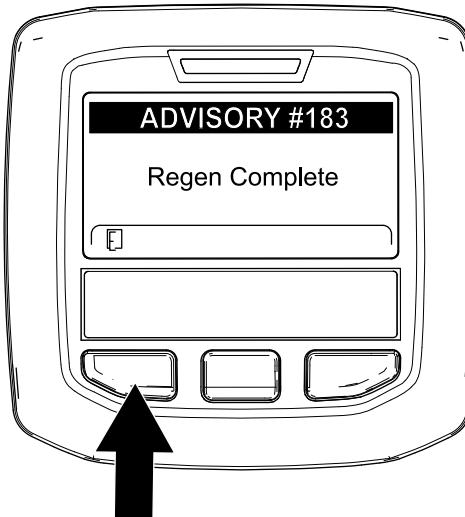

Figura 85
el InfoCenter muestra el Aviso Nº 183 (Figura 85). Pulse el botón izquierdo para salir de la pantalla de inicio.
**Nota:** Si la regeneración no se completa, el InfoCenter muestra el Aviso Nº 184 (Figura 85). Pulse el botón izquierdo para salir de la pantalla de inicio.